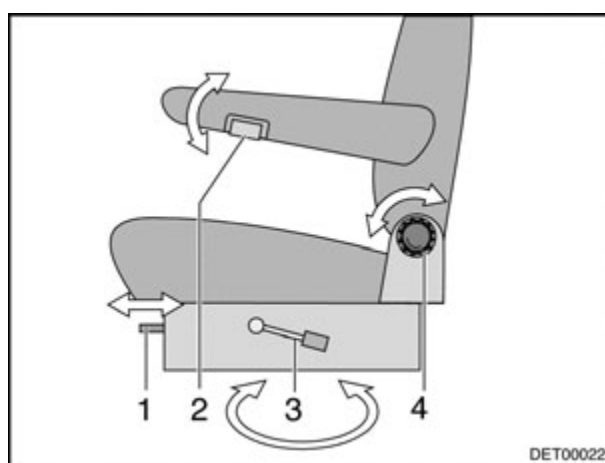
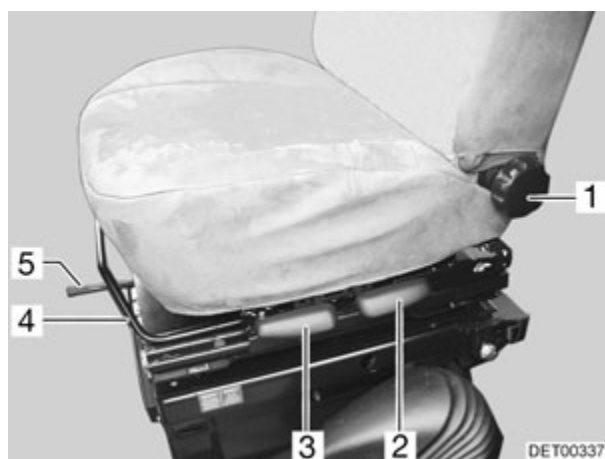

Fig. 55 Asiento del conductor y del acompañante (variante 1)
Fig. 56 Asiento del conductor y del acompañante (variante 2)
- Presionar la palanca (Fig. 55,3 o Fig. 56,5) para girar los asientos. El asiento se desbloquea.